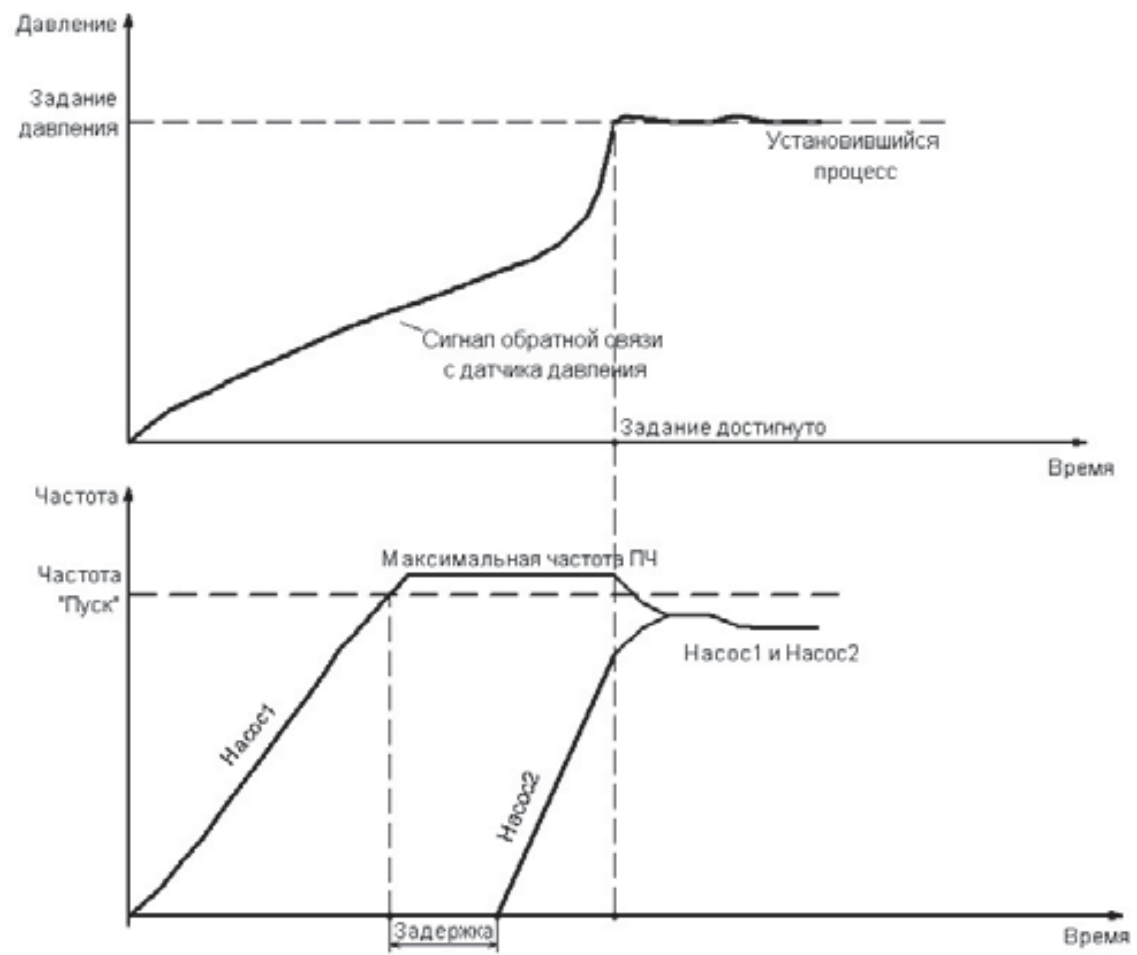

Рис. 3. Временная диаграмма пуска дополнительного насоса
Во время переходного процесса при пуске дополнительного насоса, основной насос снижает скорость и насосы выходят на синхронную частоту работы (см. рисунок 3).
- Функция «спящий режим» (рис. 3). Если давление в системе достигло заданного и не изменяется в течении определенного времени при работе одного насоса на минимальной производительности, то преобразователь частоты останавливает насос и «засыпает» до того момента как давление в системе вновь не упадет.